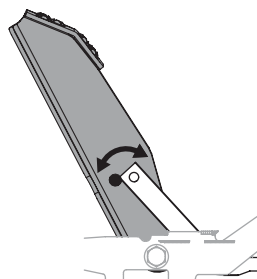

Fig. 34
3. Placez la pédale à la position appropriée (Fig. 34).